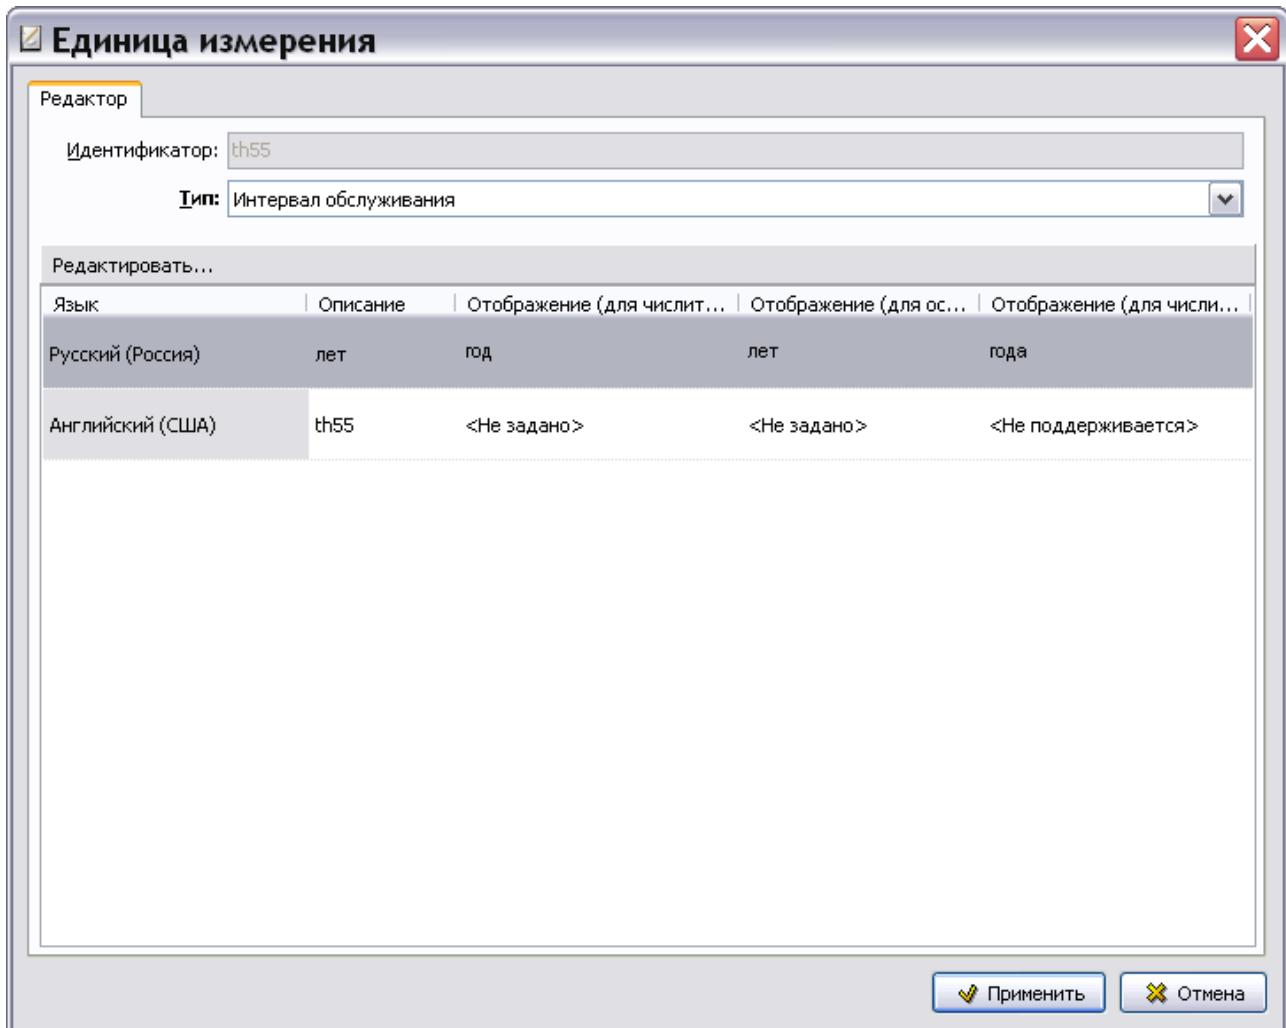

Рис. 3.116
5. В окне **Единица измерения – ru-RU** для единицы измерения «лет» нажмите на кнопку **Применить**. После этого произойдет возврат в окно **Единица измерения**, и введенные параметры отобразятся в нем (Рис. 3.116).